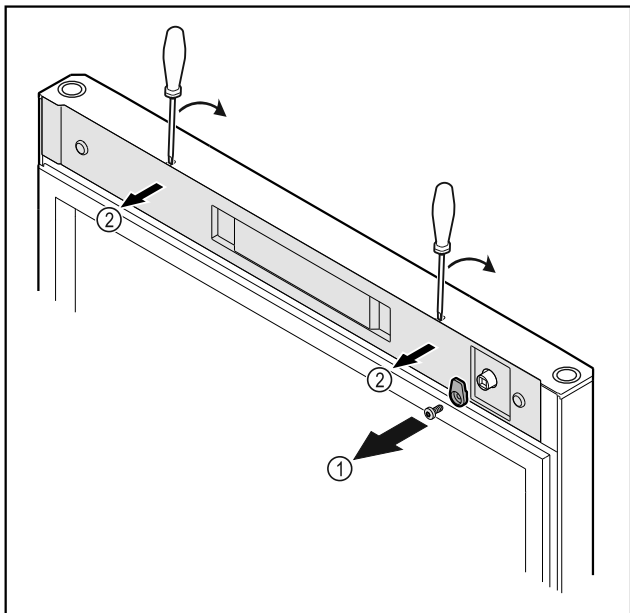

Fig. 12*
- ▶ Ξεβιδώστε το άγκιστρο κλεισίματος Fig. 12 (1)*
- ▶ Ξεκουμπώστε το κάλυμμα Fig. 12 (1) με ένα μικρό κατσαβίδι και αφαιρέστε το.*